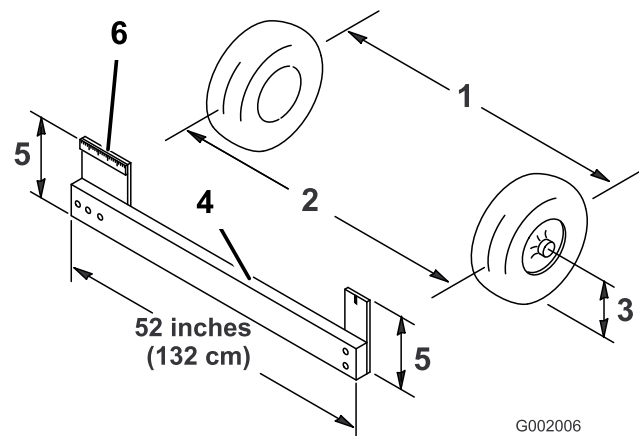

Figura 50
- Mida la distancia entre los neumáticos delanteros a la altura del eje, en la parte delantera y trasera de las ruedas (Figura 50).
Nota: Necesitará una plantilla o un indicador de alineación para medir la parte delantera de las ruedas delanteras a la altura del eje. Utilice la misma plantilla para medir con precisión la parte delantera de las ruedas delanteras a la altura del eje (Figura 50).